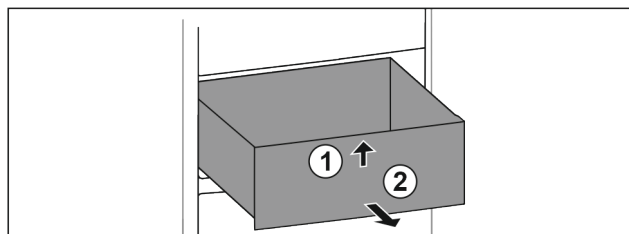

Fig. 131
- ▶ Unieść szufladę z przodu. Fig. 131 (1)
- ▶ Wyjąć szufladę do przodu. Fig. 131 (2)